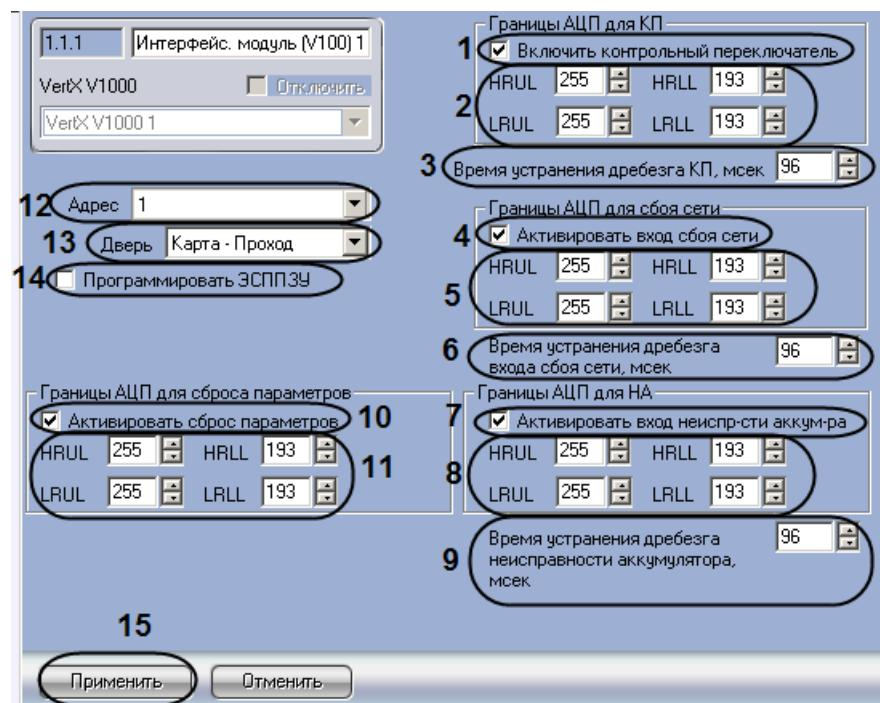

Рис. 3.8—2 Настройка интерфейсного модуля V100
- Установить флажок **Программировать ЭСППЗУ** если требуется конфигурировать ЭСППЗУ (см. Рис. 3.8—2, 14).
- Если контрольный переключатель включен, необходимо установить соответствующий флажок (см. Рис. 3.8—2, 1).